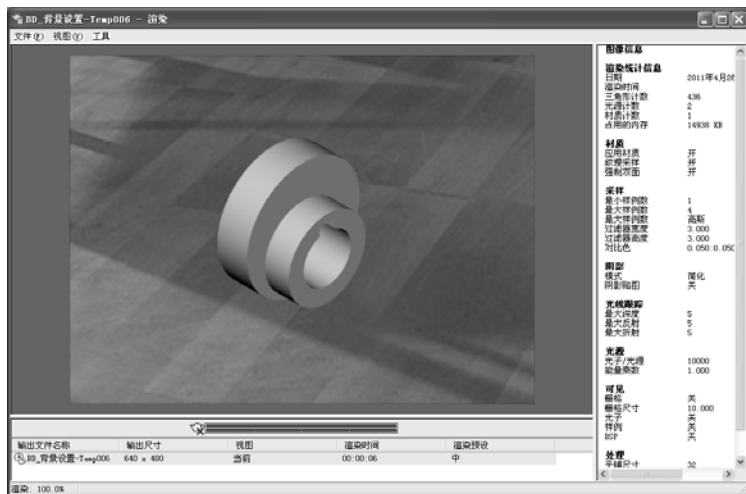

图 9-154 渲染结果
(9) 选择好命名视图后，切换到功能区“渲染”选项卡，单击“渲染”面板中的“渲染”按钮, 最后得到的渲染结果如图9-154所示。